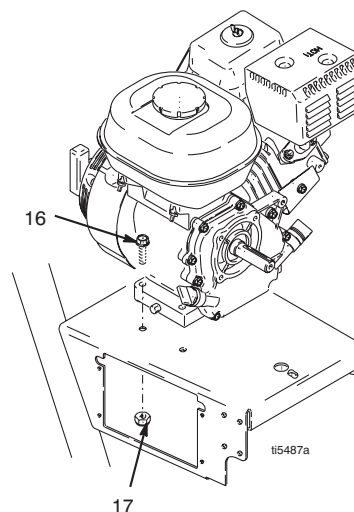

FIG. 13
3. FIG. 13. Fjern to låsemuttere (17) og skruer (16) fra motorens bunn.
2. FIG. 13. Sett to skruer (16) i bunnen av motoren og fest dem med låsemuttere (17). Trekk til med et moment på 26 ft-lb (22,6 N·m).
1. Fig. 13. Ta ut to skruer (71) og sving dekslet (130a) ned.